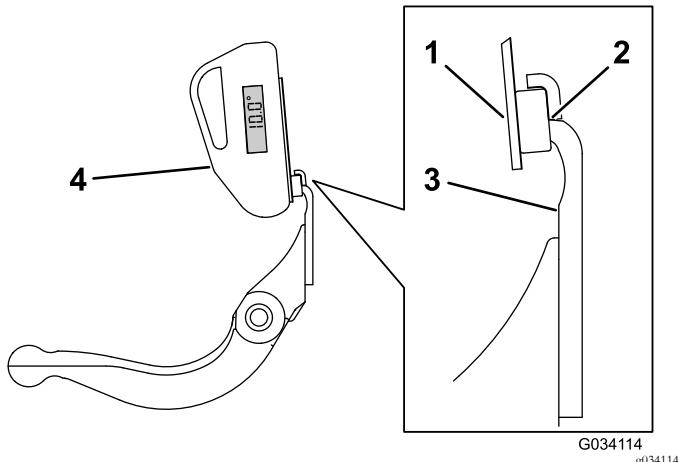

Figure 28
3. Placez l'indicateur d'angle sur le bord de la contre-lame, de manière à adapter le bord de l'aimant avec le bord de la contre-lame (Figure 28).
| 4. Placez l'indicateur d'angle sur le support, comme montré à la Figure 28 . | |